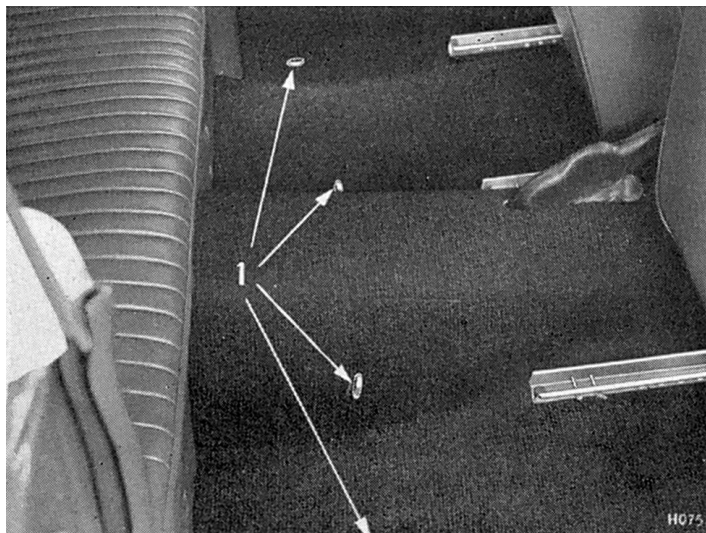

Fig. 136. Fixation des anneaux au sol
1. Détacher des boulons (1) les anneaux d'ancrage de la ceinture (Fig.136).